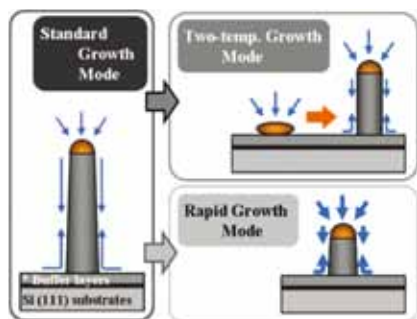

图1: 显示了三种不同工艺生长纳米线方法
是否能提高纳米线结晶体质量, 以 Jagadish 为首的科学家们采用了三种不同工艺条件在硅 (111) 晶面衬底上生长 GaAs 纳米线 (图 1)。他们先通过生长一个 GaAs 缓冲层来减小 GaAs 纳米线和 Si 衬底间在晶格常数和热膨胀系数上的失配问题, 当研究